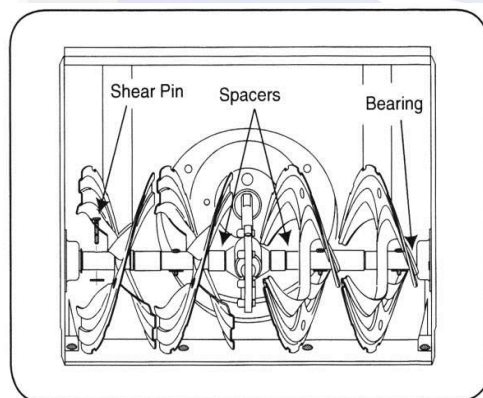

Fig.11
9. Este necesar să fie umplut cu ulei până la marcajul FULL. Vezi Fig.11.
Vezi Fig. 11